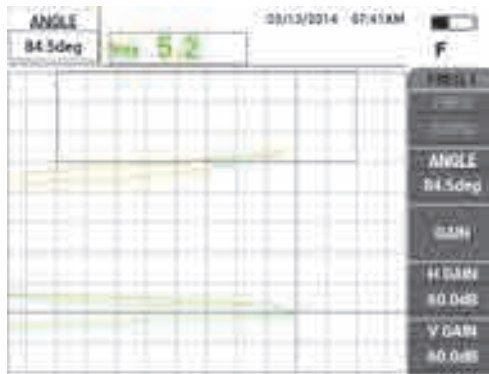

Рис. 5-25 Нижний сигнал отрыва максимально близок к горизонтальному
- Нажмите клавишу ANGLE (◁), с помощью ручки настройте нижний сигнал отрыва так, чтобы он был максимально близок к горизонтальному (см. Рис. 5-25 на стр. 145).